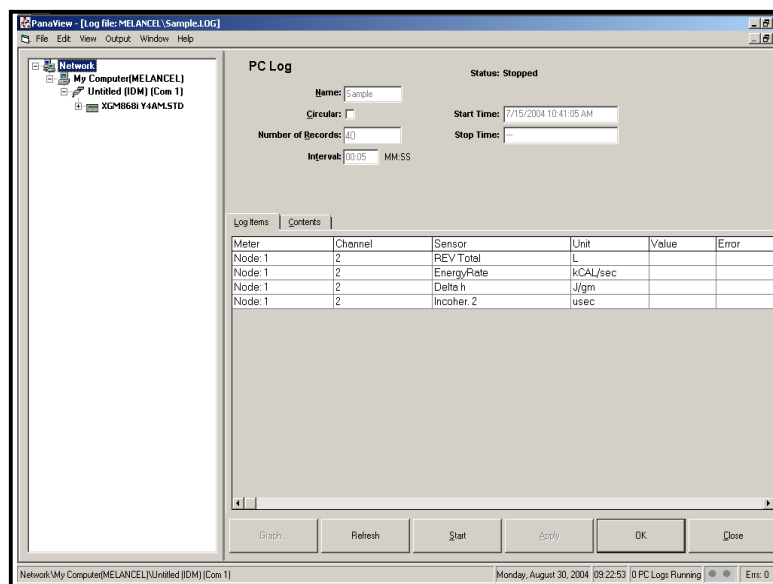

Figura 18: Finestra Registro PC
- Nella finestra *PC Log* mostrata nella Figura 18, selezionare la casella di testo per creare un *log circolare* o lasciarla vuota per creare un log lineare.
- Inserire un *intervallo* di campionamento nella casella di testo mostrata nella Figura 18.